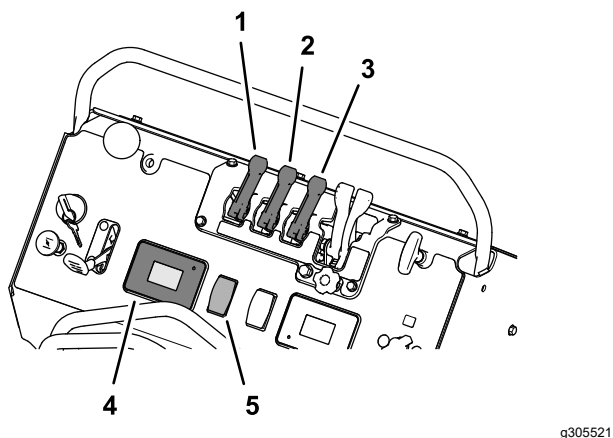

Figure 51
8. Réglez la commande de la pompe à la position MARCHE (Figure 51).